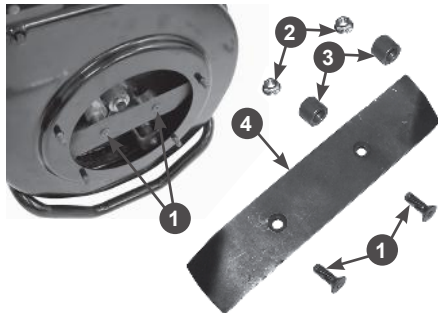

Рис. 26 Снятие ножа дробилки
4. Ключом шестигранным 5 мм и ключом рожковым 13 мм (не входят в комплект поставки) открутите два болта 1 и две гайки 2 крепления ножа дробилки к диску. Осторожно извлеките из корпуса нож и две втулки 3 (Рис. 26).